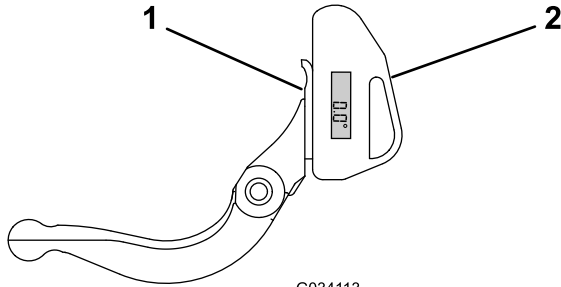

Figura 35
1. Coloque el indicador de ángulo en el lado inferior de la contracuchilla, según se muestra en Figura 35.